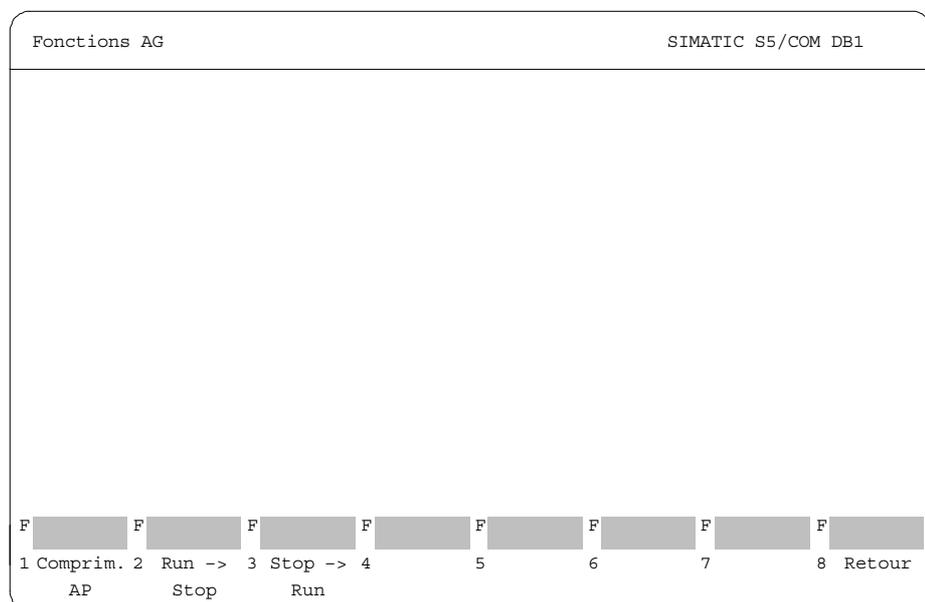

Figure 23-20 Masque *Fonctions AG* de COM DB1, commutation de l'automate de STOP à RUN
1. Appuyez sur la touche **F7** (*Fonctions AG*) du masque *Vue d'ensemble* (figure 23-20). Le masque *Fonctions AG* s'affiche à l'écran.